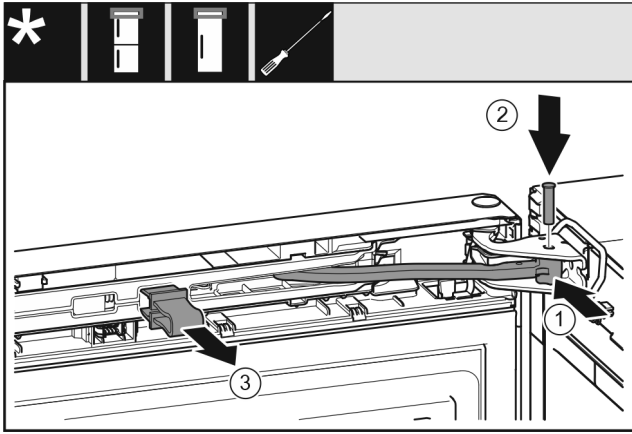

Fig. 70
- ▶ Gelenk Fig. 70 (1) in Lagerbock drehen.
- ▶ Bolzen Fig. 70 (2) in Lagerbock und Gelenk einsetzen. Dabei darauf achten, dass der Rastnocken korrekt in der Nut sitzt.
- ▶ Sicherung Fig. 70 (3) abnehmen.